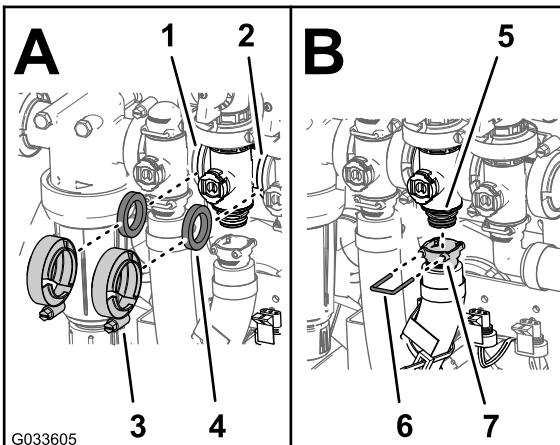

Figure 125
2. Montez la vanne de dérivation d'agitation, le joint et le collecteur de la vanne d'agitation avec un collier serré à la main (Figure 125).